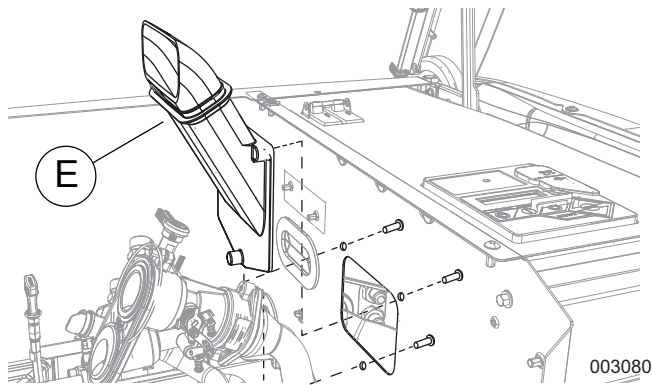

Figure 8. Retrait du col d'entrée d'air (modèles de 11 à 22 kW)
3. Voir la **Figure 8**. Retirez les trois vis de montage situées à l'arrière de la cloison du moteur pour enlever le col d'entrée d'air (E).